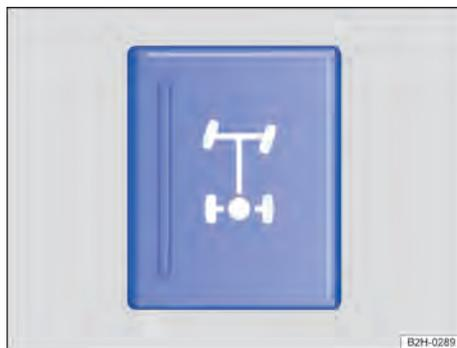

Fig. 101 No console central: botão do bloqueio do diferencial (representação esquemática)
3. Numa velocidade de 30 km/h (18 mph), pressionar o botão → Fig. 101, → .